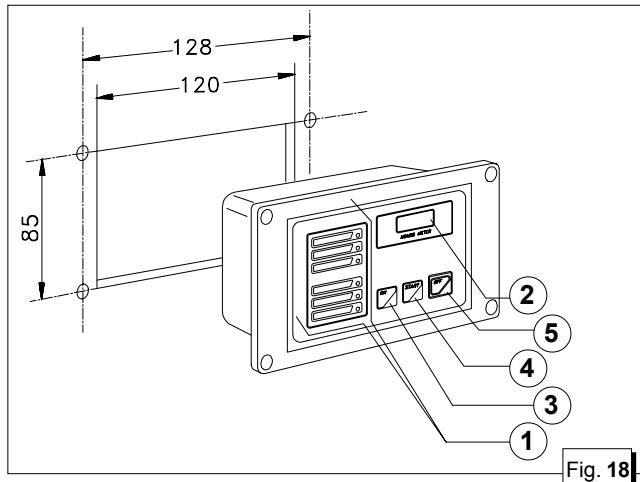

Fig. 18
mento ed allarme (fig. 18, rif. 1), un contaore (fig. 18, rif.2) ed i pulsanti di avviamento ed arresto (fig. 18, rif.3/4/5). Per fissare il cruscotto comandi occorre utilizzare gli appositi sostegni (fig. 18, rif. 6).
The control panel contains 5 LEDs for operation and alarm (fig. 18, ref. 1), an hour counter (fig. 18, ref. 2) and the start and stop buttons (fig. 18, ref. 3/4/5).
The special supports should be used to secure the control panel (Fig. 18 Ref. 6).
Sur le tableau de commande se trouvent 5 LED de fonctionnement et d'alarme (figure 18 - rèf. 1), un compteur horaire (figure 18 - rèf. 2) et les boutons-poussoirs de démarrage et d'arrêt (figure 18 - rèf. 3/4/5).
Pour fixer le tableau des commandes il faut utiliser les supports appropriés (Figure 18 - Rèf. 6).